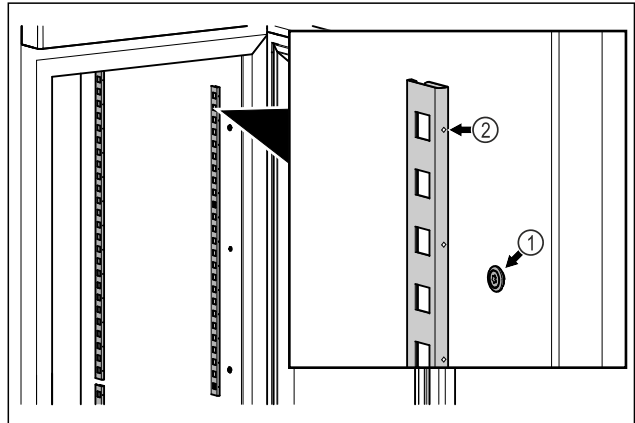

Fig. 58 Ilustrační zobrazení
- ▶ Zahákněte zářkové lišty do zavěšení Fig. 58 (1). Označení Fig. 58 (2) musí směřovat dopředu.